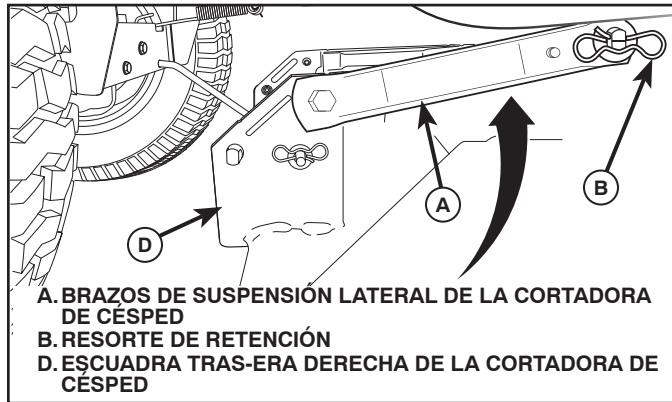

Fig. 28
6. INSTALE LOS BRAZOS DE SUSPENSIÓN LATERAL DE LA CORTADORA DE CÉSPED (A) EN EL CHASIS (Vea Fig. 28)
- Ubique el agujero delantero del brazo de suspensión lateral (A) sobre la chaveta en la parte exterior del chasis del tractor y asegure con una arandela grande y un resorte de retención grande (B).